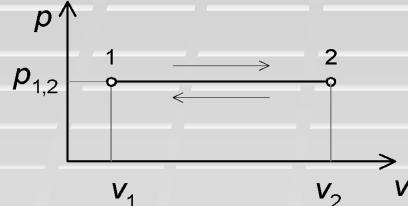

Рис. 4.4.
- Изобарными называются процессы, протекающие при постоянном давлении. Кривые процессов называются изобарами (рис. 4.4, 4.5).